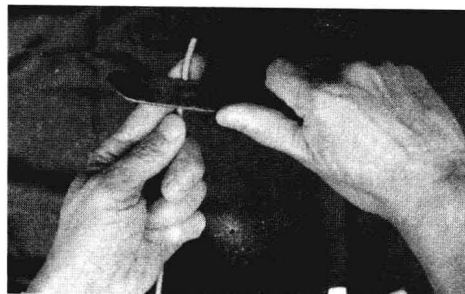

图 1-6 用电工刀进行塑料单层剥切方法
(1) 用电工刀剖削电线绝缘层时，可把刀略微翘起一些，用刀刀的圆角抵住线芯。
(2) 导线接头之前应把导线上的绝缘及时剥除，切剥时，先用电工刀以 45°角倾斜切入绝缘层，当切近线芯时即停止用力，防止刀口伤着线芯。进行塑料单层剥切时，一手握刀，刀口向前，另一手拿线放在刀刃上，如图 1-6 所示，并用握刀手将导线压在刀刃上，将线在刀刃上推转一周，把刀向导线端部快速移动，即可剥掉绝缘层。
(3) 电工刀的刀刃部分要磨得锋利才好切剥电线，但不可太锋利，太锋利容易削伤线芯。磨刀刃一般采用磨刀石或油磨石，磨好后再把底部磨一点倒角，即刃口略微圆一些。